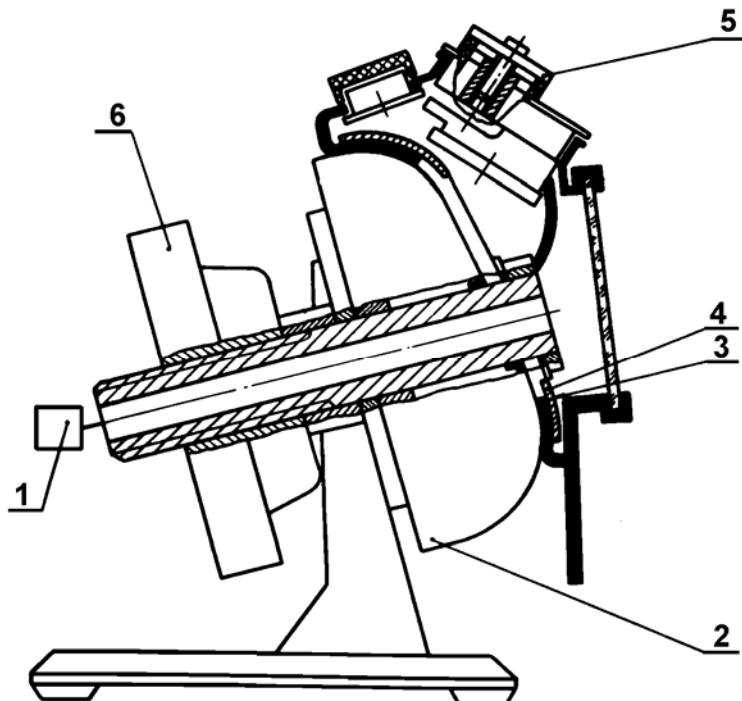

Рисунок 10 – Схема проверки маски на герметичности с приспособлением ПМ-3
9.3.8 Для проверки маски на герметичность соберите схему (рис. 10). Протрите влажной ветошью обтюратор 3 маски и грушу 2. Отпустите до упора затылочные ремешки маски и заведите оголовье на наружную сторону панорамного стекла. Наденьте маску на пластину 4 приспособления ПМ-3 лобным ремешком вниз так, чтобы обтюратор попал между пластиной и грушей. Вращая маховик 6, зажмите обтюратор маски между пластиной и грушей. Заглушите гнездо подсоединения маски к воздуховодной системе респиратора заглушкой 5, соедините подмасочное пространство с устройством для создания избыточного и вакуумметрического давлений 1 (приборы УКП-5 или ИР). Создайте в подмасочном пространстве избыточное, а затем вакуумметрическое давление около 900 Па (90 мм вод. ст.), затем через 2-3 минуты сбросьте это давление до 800 Па (80 мм вод. ст.), включите секундомер и наблюдайте за показаниями манометра прибора. Если падение давления превышает 50 Па (5 мм вод. ст.) за одну минуту, найдите и устранийте утечку и доведите герметичность маски до нормы.